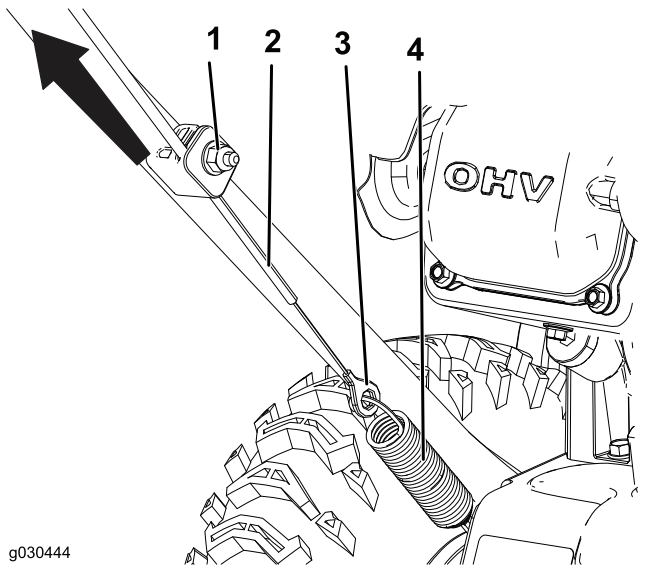

Figura 24
1. Slăbii piulia de pe clema de cablu inferioară, însă nu o înlăturai (Figura 24).
2. Trageți cablul în sus pentru a-l tensiona mai mult (Figura 24).
3. Întindeți cablul și strângeți piulia (Figura 24).